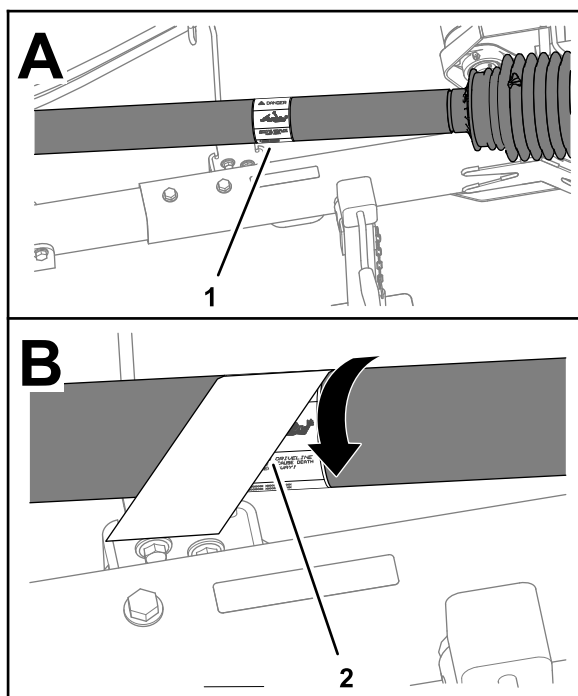

Рисунок 3
1. Поверните кожух вала механизма отбора мощности, чтобы получить доступ к имеющейся наклейке с предупреждением об опасности затягивания (Рисунок 3).
4. Установите наклейку с предупреждением об опасности затягивания (стандарт CE) поверх существующей наклейки, предупреждающей об опасности затягивания (Рисунок 3).